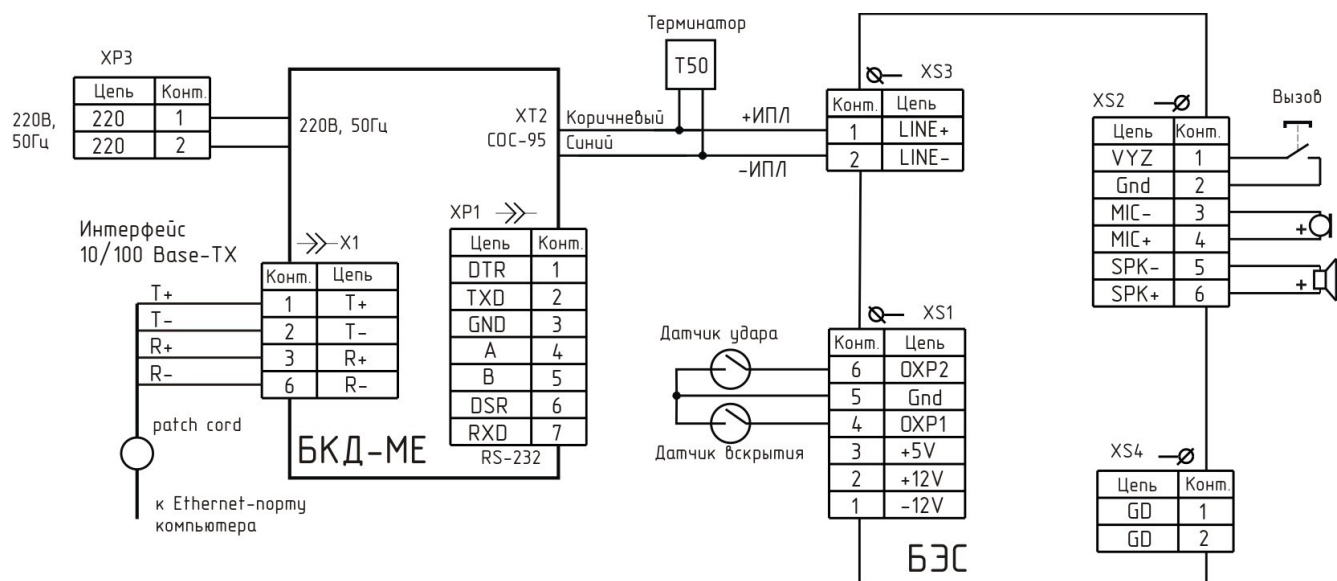

Рисунок 38
- собрать отладочный стенд в соответствии со схемой подключения для второго варианта (рисунок 38) в составе: БЭС с подключенным электретным микрофоном (МЭК-332, напряжение не менее 5В), громкоговорителем (8 Ом, 1 Вт), кнопкой вызова, охранными датчиками, БКД-МЕ, терминатор T50, соединитель «patch-cord».